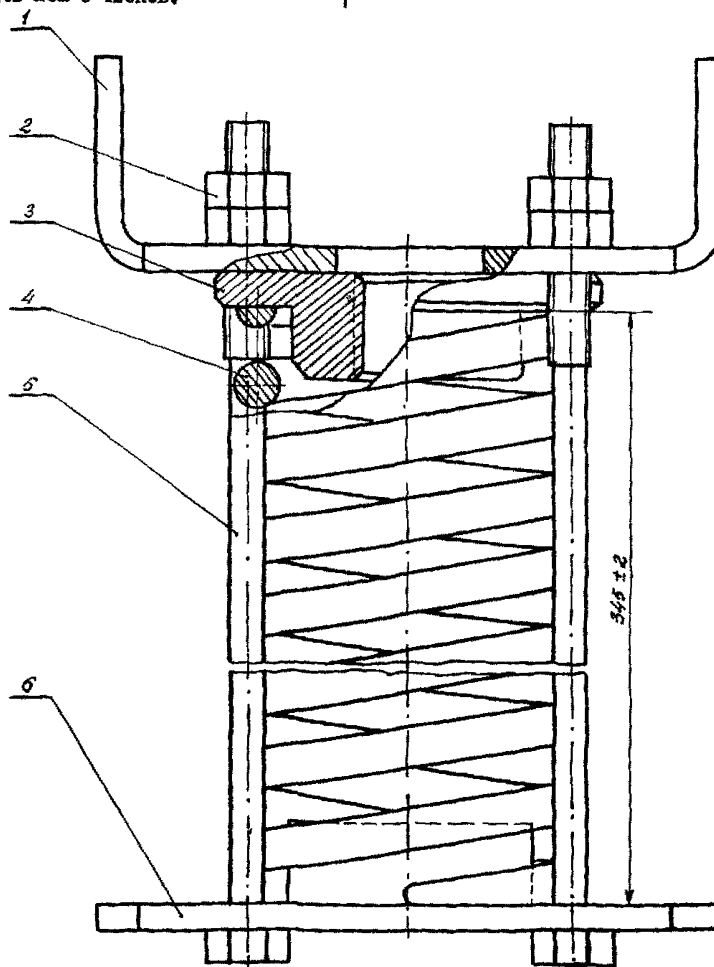
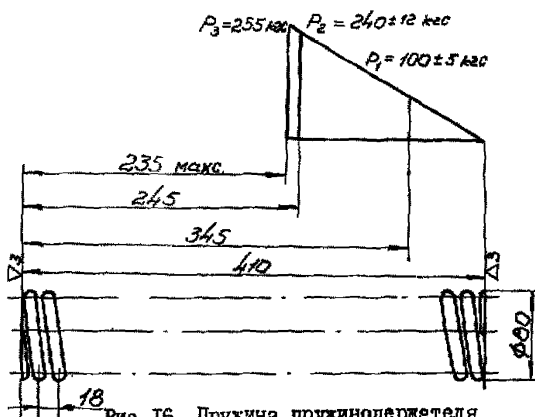

Рис. 15. Пружинодержатель:
Рис. 16. Пружина пружинодержателя
06.2. Вставить со стороны плиты 6 (рис. 15) шпильку приспособления П-3 (см. приложение 5) и ввинтить ее до упора в нажимную шайбу 3.
06.9. Произвести осмотр деталей пружинодержателя. Тщательно проверить и выявить дефектные: гайки 2, болты 5 и резьбу шайбы 3 (см. рис. 15), вилку 10 (см. рис. 11) в соответствии с приложением 8. Трещины и сколы не допускаются.
06.10. Произвести тарировку и выявить дефекты пружины 4 (см. рис. 15) в соответствии с приложением 9 и характеристикой пружины (рис. 16).
06.11. Установить на плите 6 пружину 4 и через отверстия в плите болты 5 (см. рис. 15).